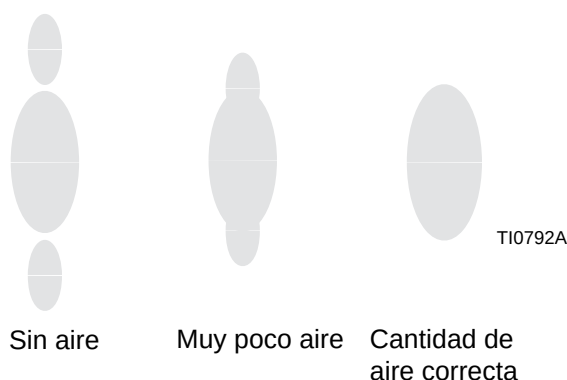

FIG. 14
5. Fije la presión de aire a aproximadamente 5 psi (3,5 kPa, 0,35 bar) cuando se dispare. Verifique el chorro de pulverización y después aumente lentamente la presión de aire hasta que las colas estén completamente atomizadas y se hayan integrado totalmente en el chorro de pulverización. Vea FIG. 14. En general, una presión de aire de 7 a 10 psi (4,9 a 7,0 kPa, 0,49 a 0,7 bar) es suficiente para atomizar las colas, especialmente con los materiales de baja viscosidad. Si ajusta la presión de aire a un valor demasiado alto, el material se acumulará en el cabezal de aire y se reducirá la eficacia de transferencia. No exceda una presión de aire a la pistola de más de 100 psi (0,7 MPa, 7 bar).